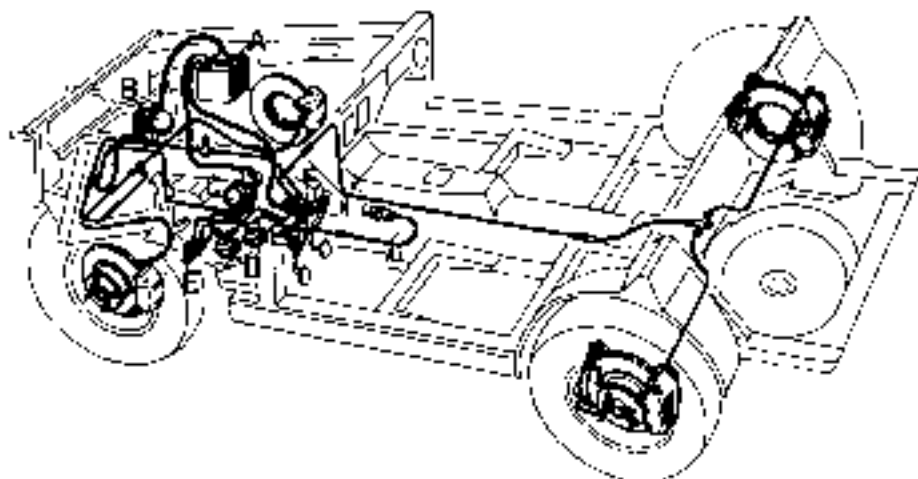

Fig. 2
Dal serbatoio A l'olio passa alla pompa B, che comandata dal motore tramite due valvole, fornisce la pressione a tutto il circuito frenante, un regolatore C opportunamente tarato a circa 175 Kg./cm.2 la invia attraverso il raccordo C a due accumulatori D uno per il circuito anteriore e uno per il circuito posteriore, ind. alla valvola dosatrice F comandata dal pedale freno. La spia rossa (N. 11 Fig. 1) posta sopra il cruscotto segna e la mancanza di pressione nel circuito idraulico. Come si vede dallo schema di fig. 2 il sistema frenante è a doppio circuito.
Le système de freinage est réalisé de la façon suivante. Du réservoir l'huile passe à la pompe B, qui, commandée par le moteur à travers deux courroies, fournit la pression à tout le circuit de freinage, un régulateur (C) correctement calibré à 175 Kg./cm.2 environ, transmet la pression à travers le raccord E, à deux accumulateurs D (un par le circuit avant et l'autre par le circuit arrière); et ensuite à la soupape de dosage F commandée par le pédale de frein. Le témoin rouge (n. 11 fig. 1) placé sur le tableau de bord signale le manque de pression dans le circuit hydraulique. Comme indiqué par la fig. 2 le système de freinage est à double circuit.
The braking pressure is performed by a pump B operated by the engine by means of two belts a regulator set at C at 175 Kg./cm.2, sends it through pipe E to two accumulators D, one for the front, the other for the rear circuit, then to the valve F of the circuit operated by the brake pedal. The red warning light (N. 11 Fig. 1) on the dashboard indicates insufficient pressure in the hydraulic circuit. As in fig. 2 the braking system has two circuits.
Wie aus dem Schema (Abb. 2) ersichtlich, hat das Bremssystem zwei voneinander unabhängige Bremskreise.